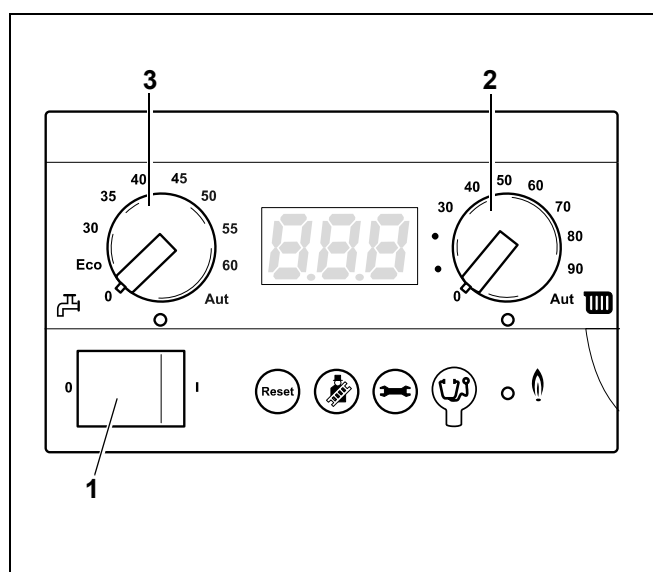

Fig. 17 Controler de bază BC10
- Citiți din nou presiunea instalației pe manometrul analog sau pe display-ul lui BC10 (Fig. 17). Dacă presiunea se află sub 1,0 bar procedeul descris mai sus de umplere cu aer și de aerisire trebuie repetat de câte ori este nevoie până ce presiunea dorită este atinsă și nu mai este aer în instalația de încălzire.
- Rotiți ambele butoane rotative de la controlerul de bază BC10 (Fig. 17, **poz. 2** și **poz. 3**) în poziția dorită (vezi capitolul 4.2.1 și 4.2.2, de la pagina 13).
- Aprindeți comutatorul de funcționare (Fig. 17, **poz. 1**) de la BC10 (Poziția "1").
- Reglați cu butonul rotativ pentru temperatura maximă a apei din cazan (Fig. 17, **poz. 2**) temperatura dorită ce corespunde tabelului 3.